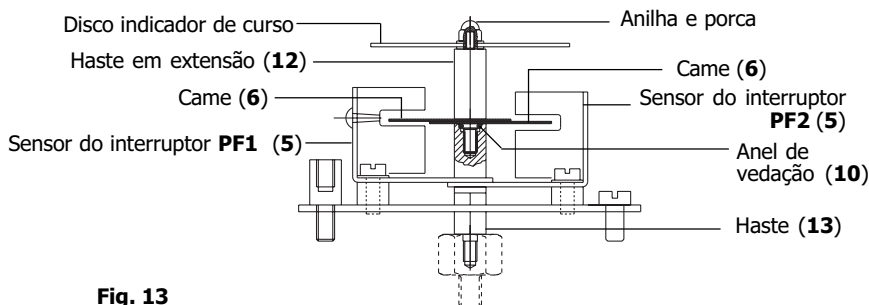

Fig. 13
4.3.13 Coloque as cames (6) na haste (13) e certifique-se de que o anel de vedação (10) está correctamente colocado na extremidade da haste. Agora coloque extensor da haste (12) e aperte com os dedos para fixar no seu lugar.
É essencial que as cames fiquem correctamente colocadas dentro das ranhuras dos interruptores **PF1** e **PF2**. A came superior deve ser posicionada dentro do sensor do interruptor **PF1** (5) e a came inferior dentro do sensor do interruptor **PF2** (5) para garantir que ficam equilibradas dentro da ranhura (ver Fig. 13).